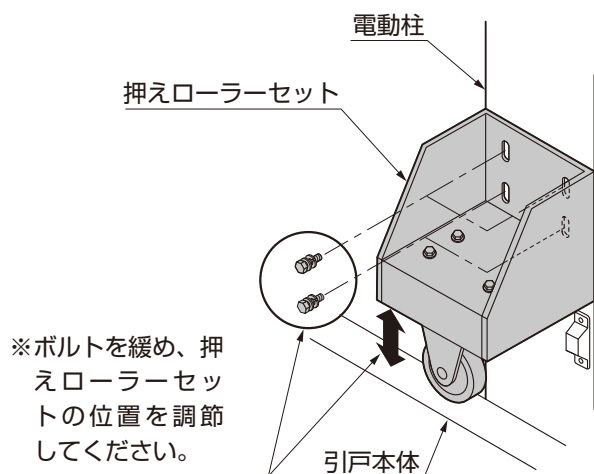

図15-3
- ②引戸を閉めた状態で、押えローラーセットのローラーと引戸本体が浮かないよう、押えローラー取付けボルト(M6×15六角ボルト)で調節してください。(図15-3参照)